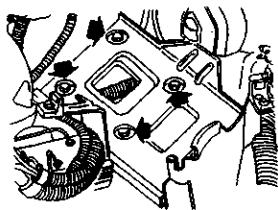

图 2-1 蓄电池支架的拆卸
- 2) 拆下蓄电池，注意先向外拉出后再取下。旋松蓄电池支架紧固螺栓，拆下蓄电池支架，如图 2-1 所示。